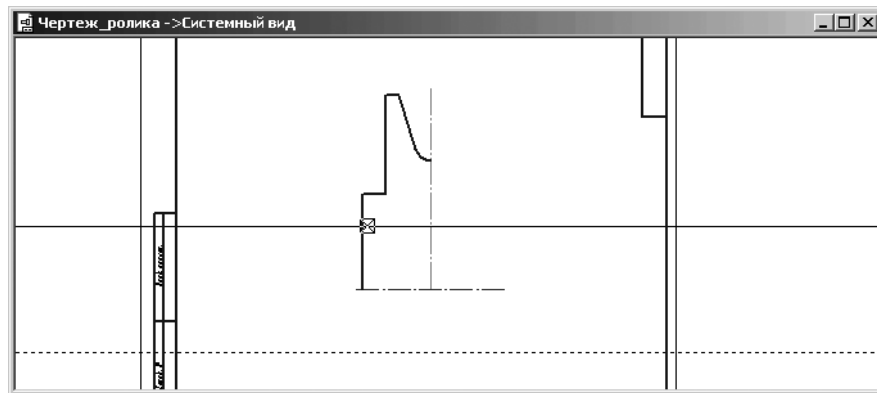

Рис. 4.23. Выделение нужной параллельной линии
- щелкните по верхней вспомогательной параллельной прямой, если она пунктирная. Она выделится сплошной линией (рис. 4.23).